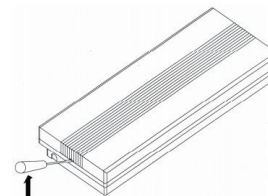

Рис. 1
- 4.2. Распаковать светильник. Снять рассеиватель при помощи отвертки, которую следует вставить в небольшие пазы, расположенные с двух сторон от рассеивателя и поднять ее вверх (см. рис. 1).